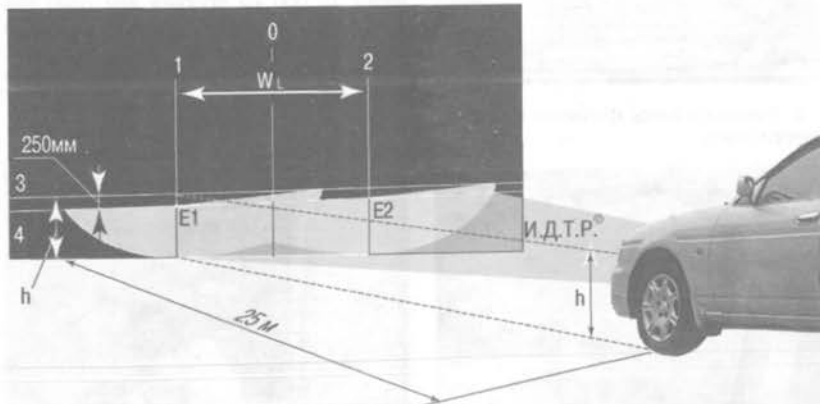

Рис. 4.7. Регулировка света фар
2. Установите автомобиль перпендикулярно гладкой стене (например, в гараже) на расстоянии 25 м. Убедитесь, что в автомобиле нет дополнительного груза. Автомобиль полностью заправлен (топливом, маслом, охлаждающей жидкостью). Положите на сиденье водителя дополнительный груз массой (70±20) кг. Разметьте на стене экран, как показано на рис. 4.7. Продольная плоскость симметрии автомобиля должна проходить по линии 0 на экране. Качните автомобиль сбоку, чтобы самоустановились пружины подвесок.